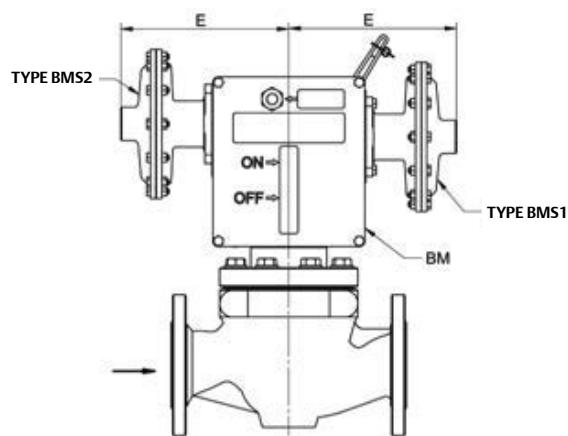

图3. 双侧带传感器的脱扣机构 (两侧传感器根据压力可以选取不同的型号)
2. 表中给出的“超、失压一体时，超压切断设定值与失压切断设定值的最大差值”，是指用一个传感器，以一根弹簧来设定的超、失压切断的最大范围。如果超过这个范围，必须使用两个传感器，如图3所示。其中右侧传感器只能用于超压切断。